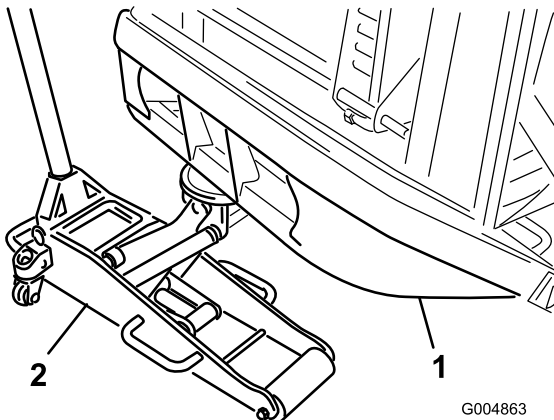

図 31
1. 後部バンパーチューブの下に適当なジャッキをセットし、後タイヤが床から浮き上がるまで車体後部を持ち上げる 図 31。